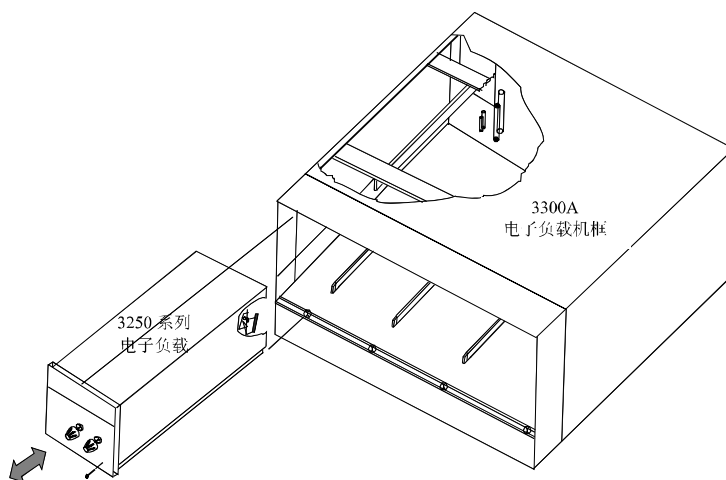

图 2.2 3250 系列负载模组装入及拔出图
- 2.1.3 依图 2.2 所示，将 3250 系列电子负载推入机框内，并用手压在前面板的负载输入端子上向机框方向推，直到完全接合为止。